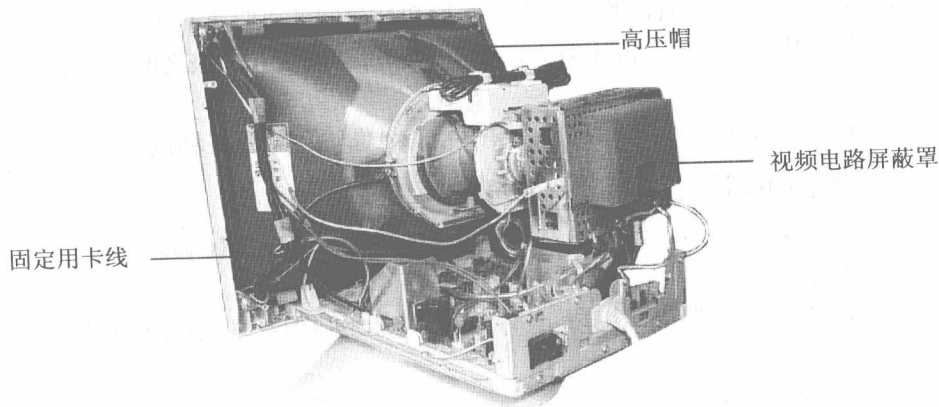

图 14-4 取下后盖的 CRT 显示器
- 步骤① 将 CRT 显示器的电源断开，然后拔掉显示器的电源和信号线。
- 步骤② 用螺丝刀将 CRT 显示器的后盖螺丝拆卸，取下显示器的后盖，如图 14-4 所示。